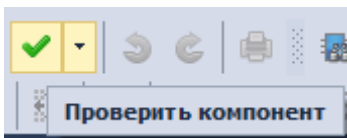

Рис. 19 Запуск проверки компонента
7. Выполните проверку компонента, см. Рис. 19: